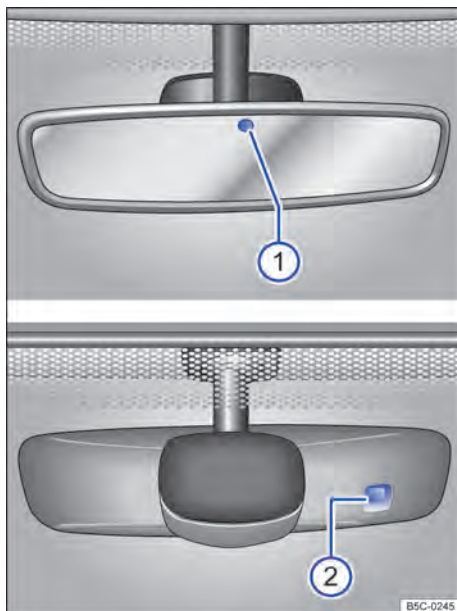

Fig. 70 En el parabrisas: espejo retrovisor interior antideslumbrante automático.
Las posibles causas de averías e interpretaciones erróneas *en la zona de la superficie sensible* → **fig. 70** del sensor de lluvia son, entre otras:
Cuando se conecta el encendido, los sensores miden la incidencia de luz. Hay 2 sensores en el espejo retrovisor interior, uno que mide la incidencia de luz por *delante* → fig. 70 ① y otro que mide la incidencia de luz por *detrás* ②. En función de los valores medidos, el espejo retrovisor interior se oscurece automáticamente.